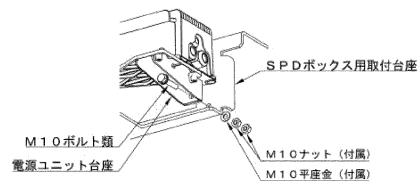

図4
①図4のように、SPDボックス用取付台座に、適合器具の電源ユニット台座とM10ボルト類、及び本製品のM10ナット類(付属)を用いて、ダブルナットにて締結してください。(推奨締付けトルク22~25N・m)